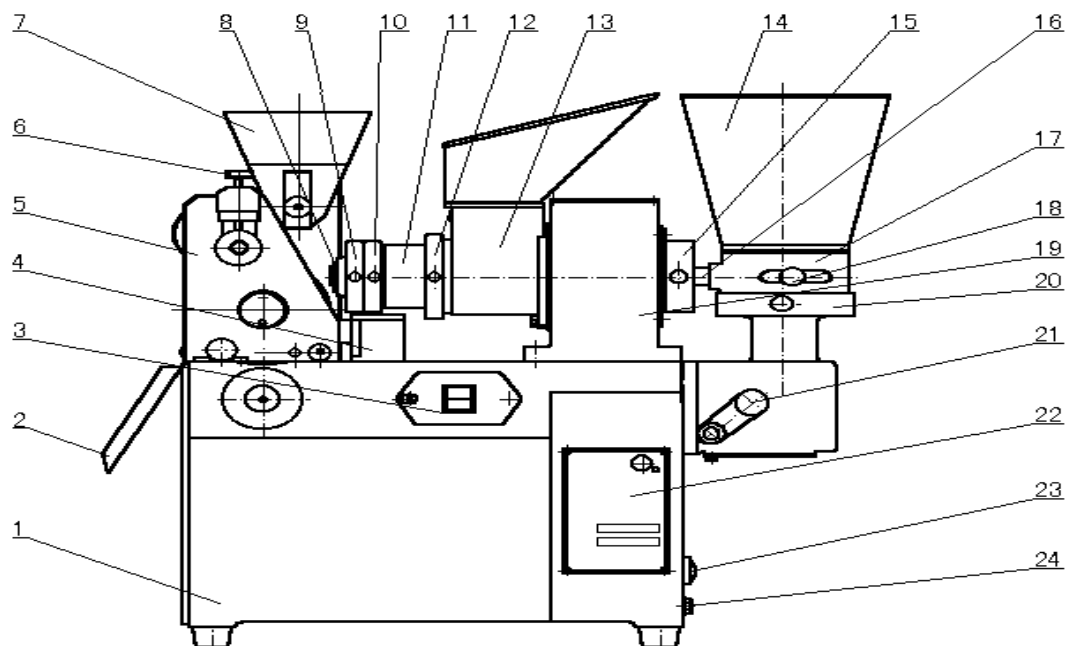

Рис. 1
VII、 Монтаж и наладка (рис.1)
(2) испытать подачу фарша (рис. 1)
Резать подготовленное тесто на полоски , включить машину и положить полоски теста в ковш теста (13) (рис. 1) , проверить прямолинейность трубки теста и толщину мучной оболочки . Если трубка теста изгибная , то можно отвинтить ключом с крюком гайки (9,10) , отрегулировать внутренний и внешний выходы теста (101、 8) , и проверить правильность монтажа ; толщина мучной оболочки можно регулировать с помощью гайки для регулирования толщины мучной оболочки (9) , при вращении гайки по часовой стрелке толщина мучной оболочки будет уменьшаться , а при вращении гайки против часовой стрелки толщина мучной оболочки будет увеличиваться , после получения требуемой толщины выключить машину (рис. 5) .
(4)、 испытать подготовку оболочки для пельменей (рис.1)
(5)、склеивание (рис.1)